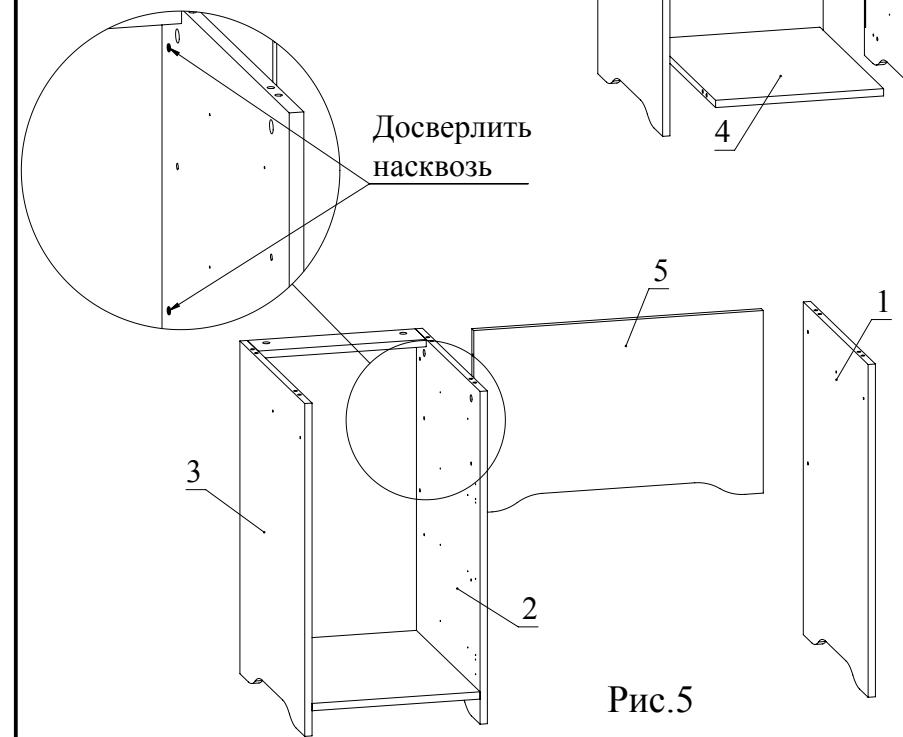

Рис.5
- В детали 2 (или 3), в зависимости от того, на какую сторону собирается тумба стола, досверлить насверлько два глухих отверстия (Рис. 5).
- Соединить при помощи конфирматов 7x50 детали 1 и 5 (Рис. 5). Скрепить полученную сборку с деталью 2 при помощи конфирматов 7x50 (Рис. 5).